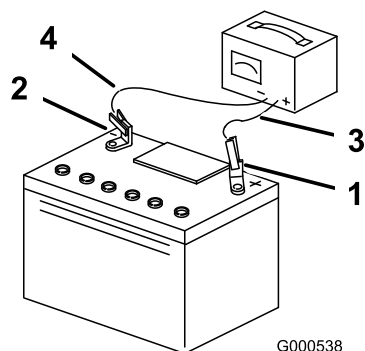

Figura 55
4. Quando a bateria estiver totalmente carregada, desligue o carregador da tomada eléctrica e em seguida desligue os cabos do carregador dos bornes da bateria (Figura 55).